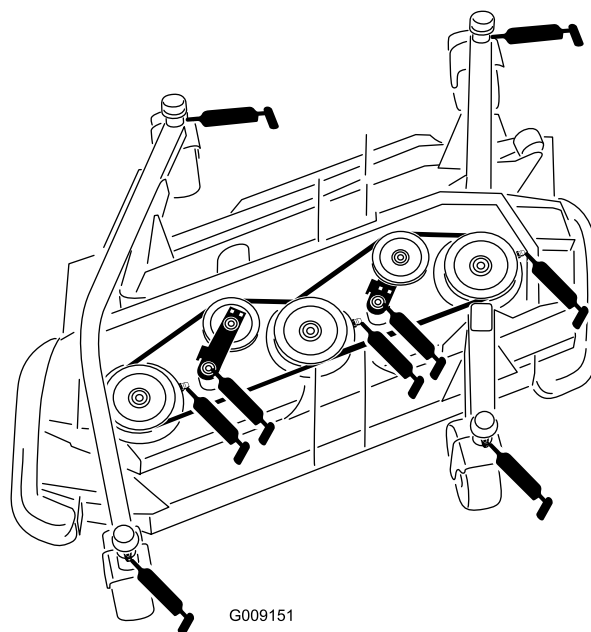

Рисунок 82
- Втулка вала вилки поворотного колеса (4 шт.) (Рисунок 82)
- Подшипники шпинделей (3 шт.) (расположенные в корпусе шпинделей), как показано на Рисунок 82
- Втулки шарниров рычагов натяжных роликов (2 шт.) (расположенные на осях шарниров натяжных роликов), как показано на Рисунок 82